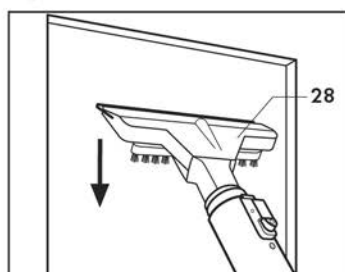

Fig. 12
- premere la racla in gomma sulla superficie ed aspirare l'acqua presente eseguendo dei movimenti rettilinei verticali verso il basso (**Fig. 12**).